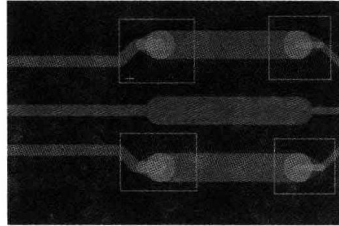

图 1-4-9 渐进式布线效果展示
(2) 执行菜单命令“Route”→“Gloss”→“Add Tapered Trace”，单击布线宽度变化的位置，可以看到调整后的效果如图 1-4-9 所示，其中最上面和最下面的布线是调整后的效果，中间布线未进行调整。